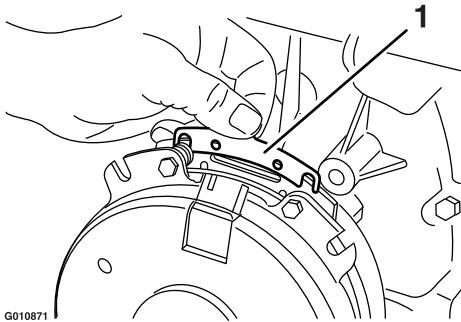

**Figura 65**
- A. Afloje ambos pernos de montaje del freno entre media y una vuelta, según se muestra en Figura 65.